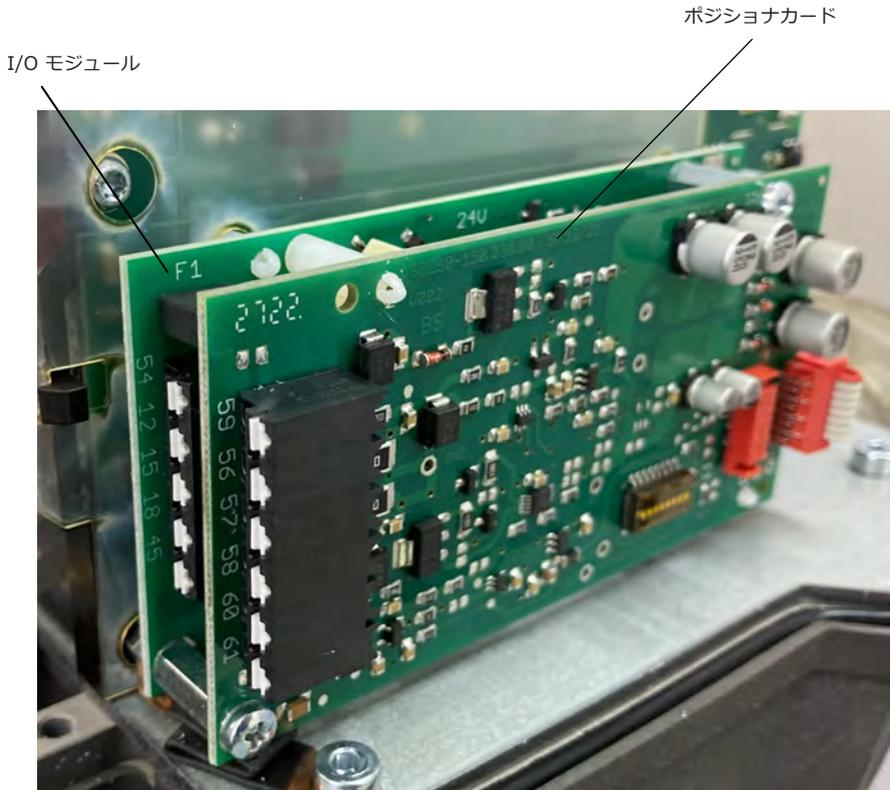

図5. 固定状況
- 図 5 に示すように、ポジショナー カード をスペーサーの上に注意深く位置合わせし、カードがプラスチックの爪部分にクリップされると感じるまで、慎重にしっかりと押し込みます。
- 図 5 に示すようにワイヤリング ハーネスを接続します (注: ワイヤリング ハーネスには正しい方向を確保するための位置決めノーズがあり、これは赤いワイヤと同じ側にあります)。